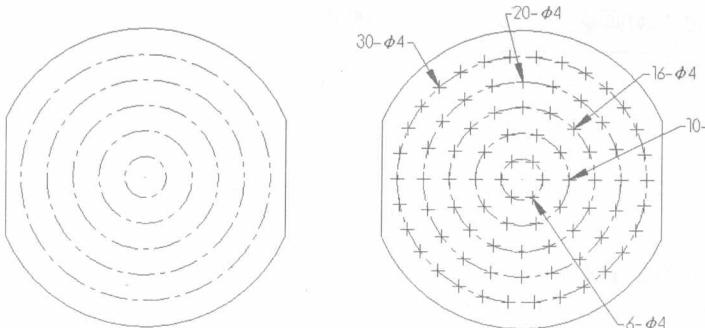

图1-4
**【练习1-4】：** 打开附盘上的文件“1-4.MCX”，利用【Create】/【Point】/【Create Point Segment】点等分命令，为图 1-4 中左图的筛盘加上环阵钻孔点，结果如图 1-4 右图所示。